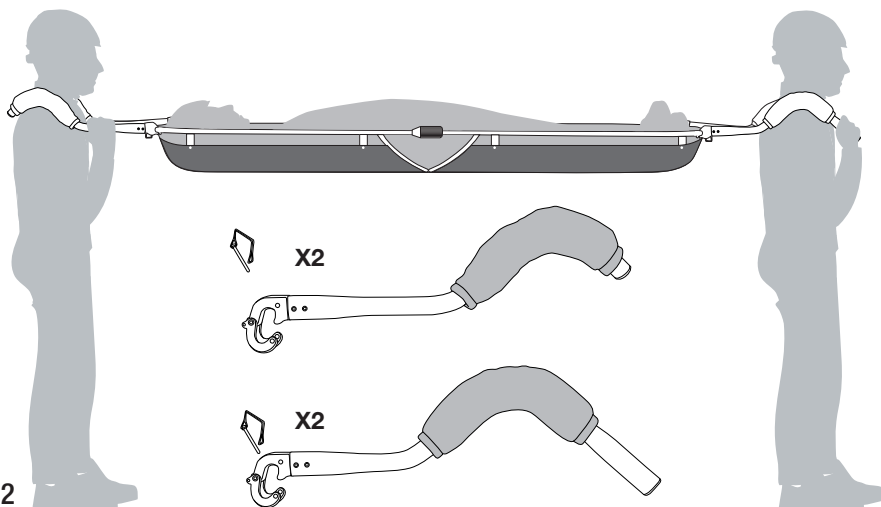

Fig.2
Trasporto manuale mediante i manici 880060KITKK (componenti opzionali) - (fig. 2)	300 kg
- a) Manici, per il trasporto "a spalla" (fig. 2),